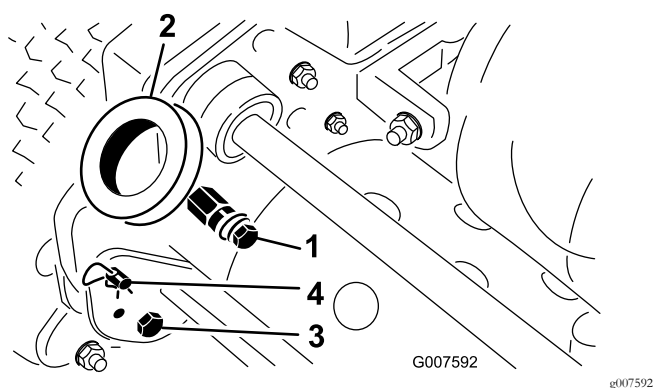

Figura 2
1. Retire os parafusos, porcas de bloqueio e anilhas da parte inferior dos braços do manípulo de cada lado da máquina (Figura 2).
2. Retire as chavetas e ganchos de anel que prendem os braços do manípulo para a parte posterior do chassi (Figura 2).
3. Insira as extremidades do manípulo através dos orifícios nos braços do manípulo e alinhe os furos com os pinos de montagem (Figura 2).
1. Retire a chaveta do gancho de anel em cada lado da máquina (Figura 2).
2. Enquanto segurar no manípulo, retire o gancho de anel de cada lado e suba ou desça o manípulo até o colocar na posição desejada para a sua utilização (Figura 2).